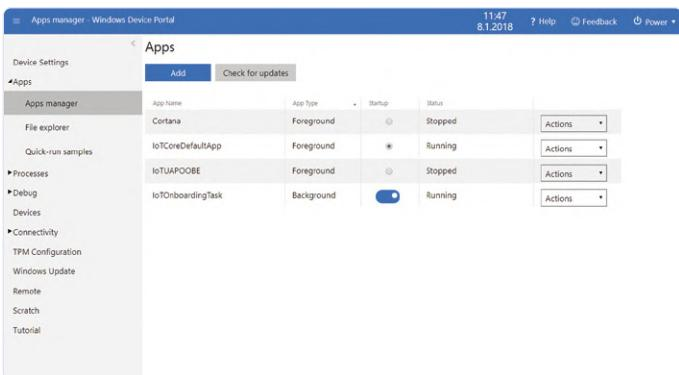

Figure 3. Options de l'API OpenWeather.
*days/3 hour forecast* (*météo actuelle et prévisions 5 j/3 h*) sont gratuits (**fig. 3**). Après l'enregistrement, une clé API est produite avec laquelle les données météorologiques peuvent être récupérées. La convention d'un tel appel est par exemple : `api.openweathermap.org/data/2.5/weather?q=&appid=` Les paramètres `{city name}` et `{your api key}` devront être remplacés par les infos idoines. La réponse est un ensemble de données au format JSON (**listage 1**), assez facile à lire. Elle commence par les coordonnées du lieu, suivies d'informations de température, de pression atmosphérique, de couverture nuageuse, etc. L'ensemble est décrit en détail sur le site du service. Un SDK existe pour l'application, ce qui facilite l'utilisation du service. Le **listage 2** donne le code source correspondant.